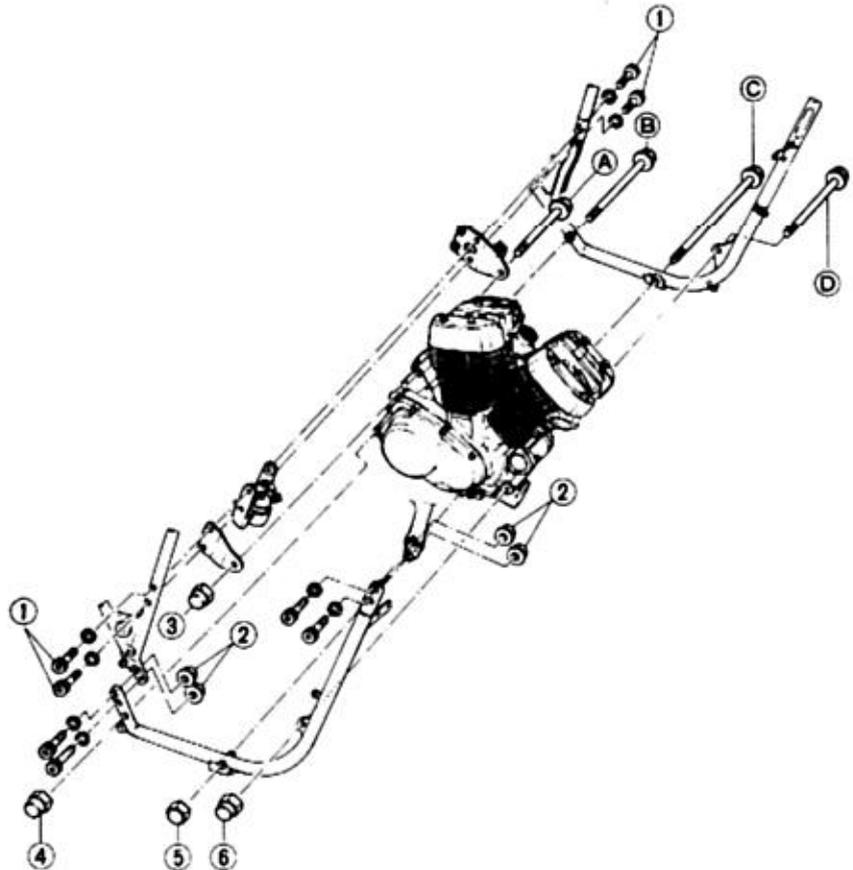

Bild 102
- Motor mit hydraulischem Wagenheber oder Seilzug anheben, um Befestigungsschrauben zu entlasten. Rahmen- und Motorbefestigungsschrauben (Bild 102) lösen und Motor mit Helfer vorsichtig aus Rahmen heraus bugsieren.
gungsschrauben von links her einschieben (Bild 102).
- ⚠ Motorbefestigungsmuttern sind selbstsichernde Muttern zum einmaligen Gebrauch – nur Neuteile verwenden! Mit vorgeschriebenem Anzugsmoment anziehen (Bild 102).